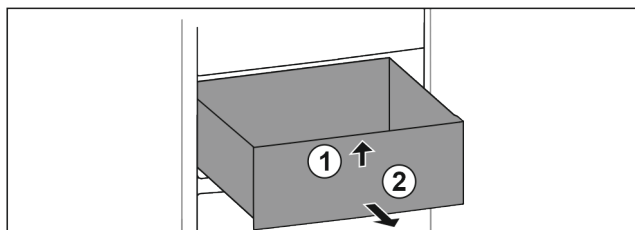

Fig. 95
- ▶ Schubfach vorne anheben. Fig. 95 (1)
- ▶ Schubfach nach vorne entnehmen. Fig. 95 (2)